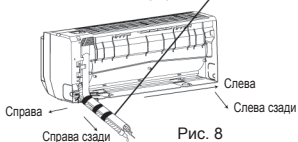

Рис. 8
2. Выньте трубы из корпуса, оберните электропровод труб и трубку для воды лентой и протяните их через отверстие для труб (как показано на Рис. 8).